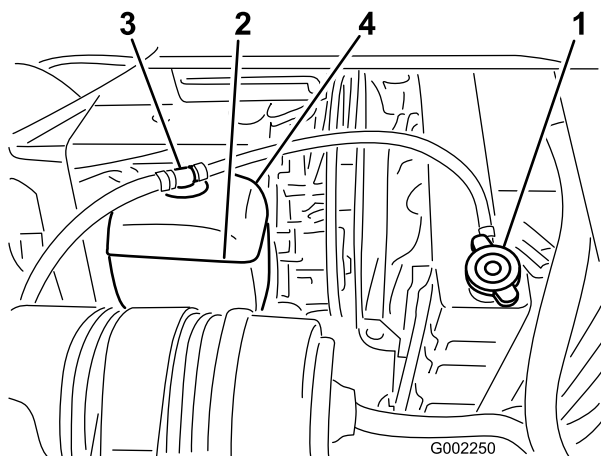

Figure 52
2. Lorsque le moteur est froid, retirez le bouchon du radiateur (Figure 52).